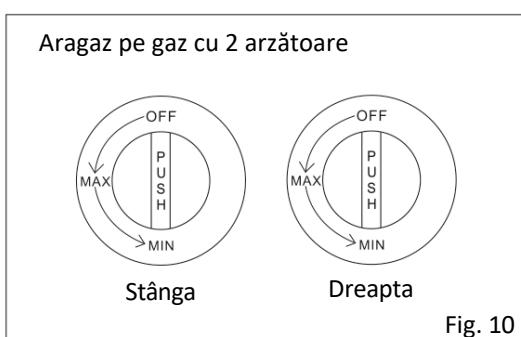
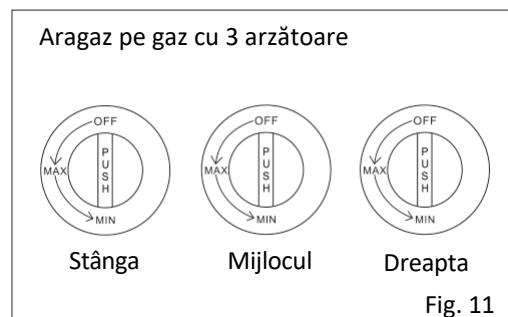

Fig. 10
Fig. 11
3. Așezați butonul de control al gazului pe axa robinetului de gaz și împingeți-l ferm spre interior. (Fig. 10), (Fig. 11)